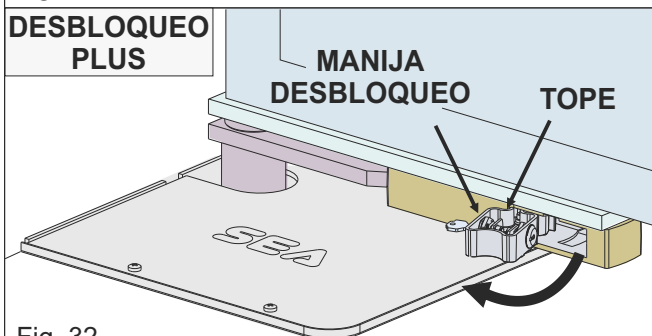

Fig. 32
- tirar la llave hacia afuera hasta el tope para soltar la manija del sistema de desbloqueo (Fig.32)